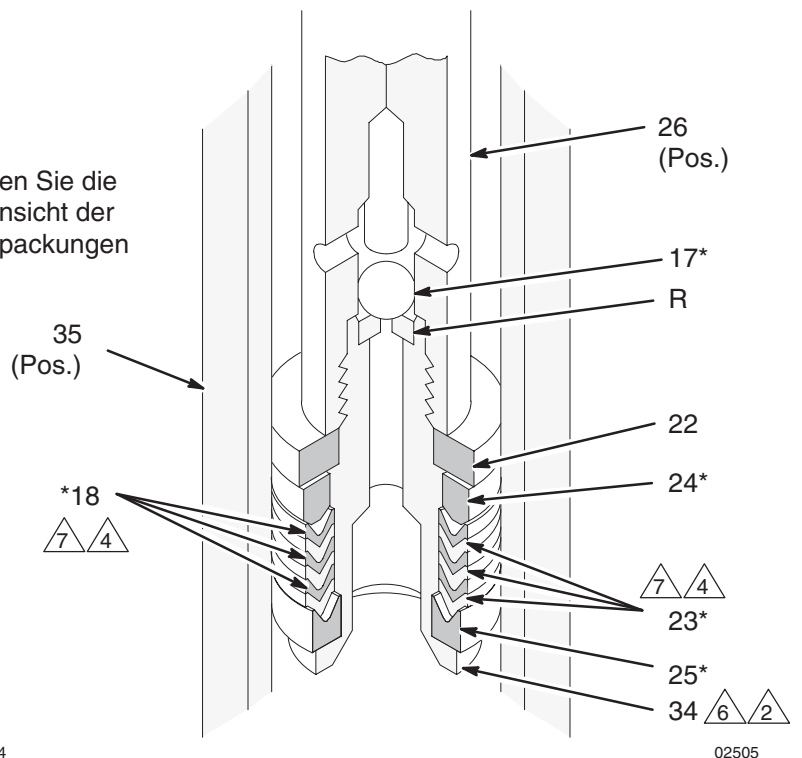

Abb. 5
Beim Auseinanderbauen der Pumpe alle Teile in ihrer Reihenfolge auflegen, um den Zusammenbau zu erleichtern. Siehe Abb. 5.
2. Das Einlaßventilgehäuse (33) vom Auslaßgehäuse (35) abschrauben. Wenn sich das Einlaßgehäuse nur schwer abnehmen läßt, rostlösendes Öl auf das Gewinde geben und mit einem Gummihammer *vorsichtig* um das Ventilgehäuse herum klopfen, um es zu lösen. Siehe Abb. 5.
3. Den Kugelanschlagstift (29), den O-Ringhalter (31), den O-Ring (30), die Kugelführung (32) und die Kugel (28) aus dem Einlaßventilgehäuse (33) entfernen.
4. Die Packungsmutter (36) lösen. Die Kolbenstange (26) soweit wie möglich nach unten drücken und von unten aus dem Auslaßgehäuse (35) herausziehen.
5. Die Schlüsselflächen der Kolbenstange (26) in einen Schraubstock einspannen. Den Kolbenbolzen (34) von der Stange abschrauben. Kugel (17), Halterung (22), Packungen (18, 23) und Ringe (24, 25) entfernen.
6. Die Packungsmutter (36), die Halspackungen (18, 23) und die Ringe (24, 25) aus dem Auslaßgehäuse (35) nehmen.
7. Alle Teile auf Beschädigungen überprüfen. Alle Teile und Gewinde vor dem Zusammenbauen mit einem verträglichen Lösungsmittel reinigen. Die glatten Oberflächen der Kolbenstange (26) und der Zylinderlaufbuchse (20) auf Kratzer, Kerben oder andere Beschädigungen überprüfen, welche zu vorzeitigem Packungsverschleiß und Leckagen führen können. Zu diesem Zweck mit einem Finger über die Oberfläche streichen oder das Teil schräg gegen das Licht halten. Sicherstellen, daß die Kugelsitze des Kolbens (R) und das Einlaßventilgehäuse (S) nicht zerkratzt oder beschädigt sind. Alle Teile auswechseln, die verschlissen oder beschädigt sind.
1. Die Halspackungen einfetten und nacheinander in der angegebenen Reihenfolge im Auslaßgehäuse (35) installieren, *wobei die Lippen der V-Packungen nach unten zeigen müssen:* den Stützring (24\*), eine V-Packung aus Leder (18\*), eine PTFE-Packung (23\*), eine Leder-Packung (18\*), eine PTFE-Packung (23\*), eine Leder-Packung (18\*), eine PTFE-Packung (23\*) und den Gegenring (25\*). Die Packungsmutter (36) locker einbauen. Beachten Sie die entsprechende Detailabbildung der Halspackungsmutter in Abb. 5.
2. Wenn die Zylinderlaufbuchse (20) ausgebaut wurde, müssen Sie diese wieder in das Auslaßgehäuse (35) einbauen und dabei auch unbedingt die Dichtung (19\*) auswechseln. *Das kegelförmig zulaufende Ende der Zylinderlaufbuchse muß nach unten zum Pumpeneinlaß zeigen.*
3. Die Kolbenpackungen einfetten und nacheinander in der folgenden Reihenfolge auf den Kolbenbolzen (34) legen, wobei *die Lippen der V-Packungen nach oben gerichtet sein müssen:* den Gegenring (25\*), eine PTFE-Packung (23\*), eine Leder-Packung (18\*), eine PTFE-Packung (23\*), eine Leder-Packung (18\*), eine PTFE-Packung (23\*), eine Leder-Packung (18\*), den Stützring (24\*), und die Packungshalterung (22). Beachten Sie die entsprechende Detailabbildung der Kolbenpackungsmutter in Abb. 5.
4. Gewindedichtmittel auf den Kolbenbolzen (34) auftragen. Die Kolbenkugel (17\*) auf den Kolben geben und den Kolbenventilsatz in die Kolbenstange (26) schrauben. Mit 74–88 N.m festziehen.
5. Die Kolbenstange (26) von unten in das Auslaßgehäuse (35) geben. Dabei darauf achten, daß die Zylinderlaufbuchse (20) nicht zerkratzt wird. Die Stange gerade nach oben drücken, bis sie über die Packungsmutter (36) vorsteht.
6. Kugel (28\*), Führung (32), O-Ring (30\*), Halterung (31) und Kugelanschlagstift (29) in das Einlaßventilgehäuse (33) installieren. Gewindeschmiermittel auftragen und das Einlaßgehäuse in das Auslaßgehäuse (35) schrauben. Mit 74–88 N.m festziehen.